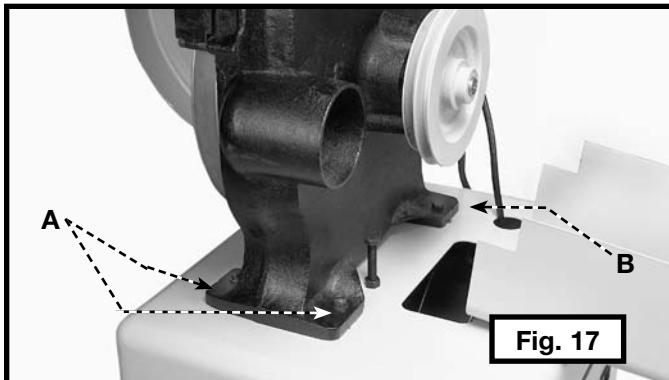

Fig. 17
1. Placer la scie à ruban sur le dessus du socle comme l'illustre la fig. 17.
3. Enfiler une rondelle de blocage M8 et une rondelle plate M8 sur une vis à tête hexagonale (M8x1,25x40 mm). Insérer la vis dans un des trous (A) de la scie et du socle.
5. Répéter l'assemblage pour l'autre trou (A).
7. Répéter les **ÉTAPES 3 ET 4** pour les deux autres trous (B) fig. 17 (dont un est illustré).